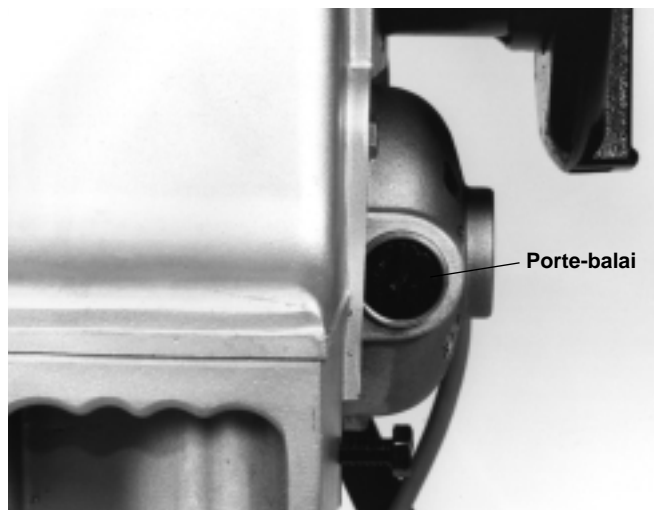

Figure 25 – Porte-balais exposé(s)
3. Enlevez les porte-balais et retirez les balais (Figure 25).